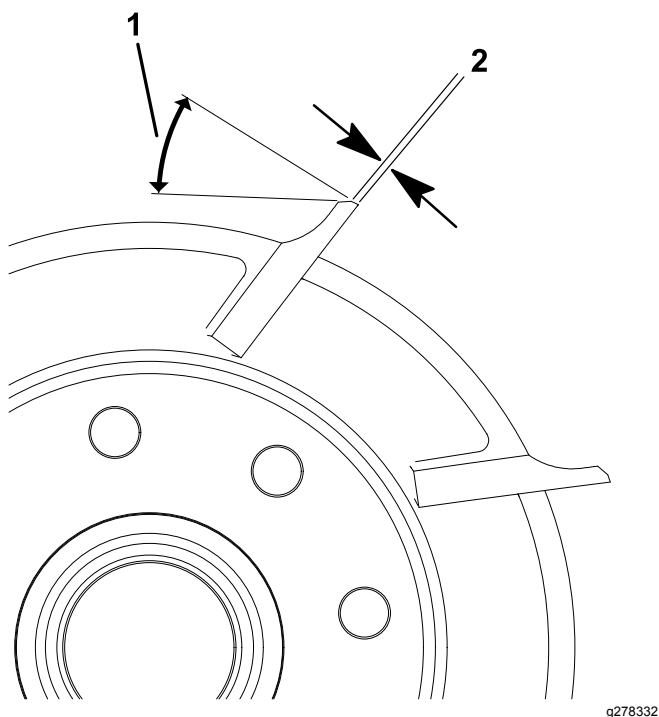

図 11
1. 全部のリール刃に 30° の角度で2番削りを行って、ランド部の幅を 1.27 mm にしてください 図 11。